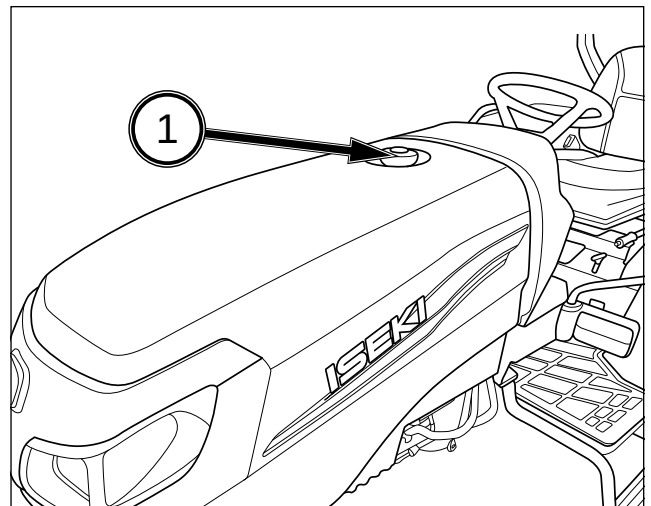

FIG. 103
FIG. 103 : Quand vous enlevez le bouchon de remplissage (1) du réservoir de carburant, vous pouvez entendre un sifflement ou un bruit sec. Ce bruit, dû à la conception du bouchon, est normal. Ne modifiez pas le bouchon et n'utilisez pas un bouchon non homologué, car cela pourrait provoquer une fuite de carburant en cas de retournement du tracteur.